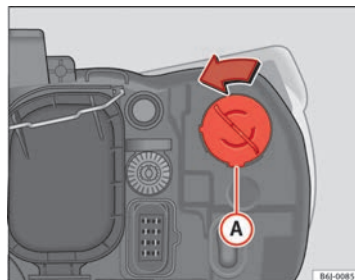

Fig. 154 Indicatore di direzione
- Ruotare il portalampada ⇒ fig. 154  verso sinistra e tirare.